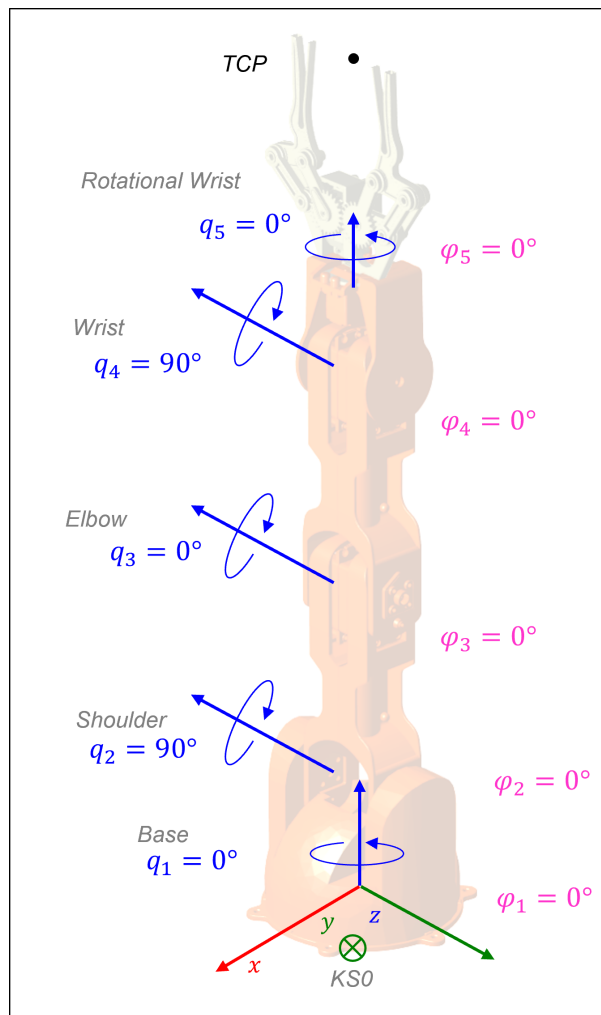

Abbildung 4. Default-Pose des Roboters. Dargestellt sind die zugehörigen Gelenkwinkel  $q$  sowie die Servo-Winkel zur Ansteuerung.
- Geben Sie über die Slider verschiedene Gelenkstellungen vor. Beachten Sie, dass die Vorgabe über Servo-Winkel  $\varphi$  erfolgt, welche gegenüber den Gelenkwinkeln  $q$  die in Abb. 4 dargestellte Verschiebung aufweisen, so dass sich für  $\varphi_1 = \varphi_2 = \varphi_3 = \varphi_4 = \varphi_5 = 0$  eine aufrechte „Default“ Pose ergibt.